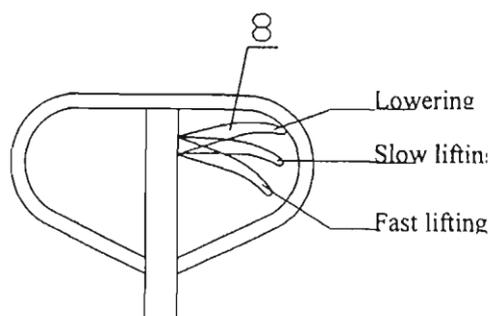
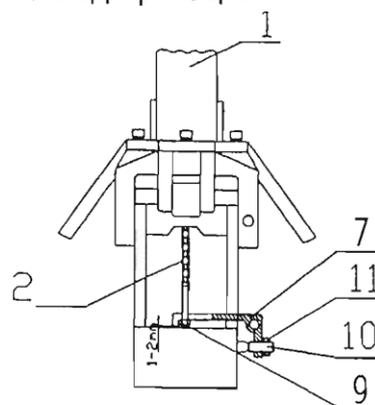

Fig 3
Fig 4
- 3.4. См. рис. 3. Установите фиксатор (8) в положение для быстрого подъема, и отрегулируйте гайку (10) на наконечнике втулочно-роликовой цепи (2), чтобы поднять рычаг повышения (7) на расстояние 1 – 2 мм от основания. Эта процедура обычно не требуется, если тележки новая. См. рис. 4.
- 3.5. Попробуйте подергать рукоятку и устанавливать фиксатор (8) в различные положения, чтобы проверить, правильно ли работает тележка при быстром подъеме, медленном подъеме и опускании. См. рис. 3.
- 3.6. Винт (10), показанный на рис. 4, используется для модификации тележки. В случае если корпус тележки немного оседает после подъема, или если тележка не может поднять груз быстро, немного проверните винт поворота (10) против часовой стрелки перед новой попыткой использовать тележку. В случае если корпус тележки невозможно опустить, немного проверните винт (10) по часовой стрелке, и затем попытайтесь использовать тележку снова, пока она не восстановит свое нормальное положение. Шестиугольная гайка (11) винта (10) функционирует как замок, поэтому она должна быть надежно закреплена перед модификацией и зафиксирована после модификации.